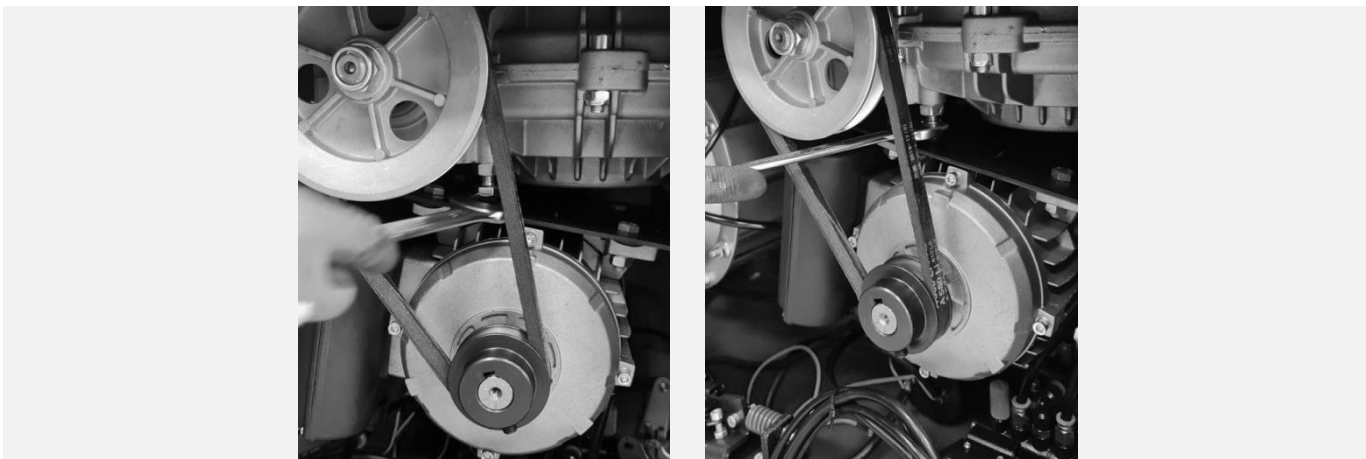

Рисунок 67
11.4.1 Проверить уровень масла в маслораспылителе. Если уровень масла ниже маркировки (см. Рисунок 67), то следует добавить масло:
- Открутив контргайку, вращая специальный регулировочный болт отрегулировать натяжение приводного ремня (см. Рисунок 67).